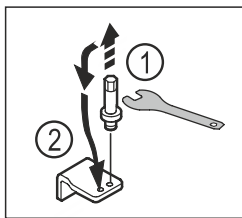

Fig. 18
- ▶ Skru boltten af det nederste hængsel med en SW5-unbrakonøgle. Fig. 18 (1)
- ▶ Indsæt boltten på den modsatte side. Fig. 18 (2)